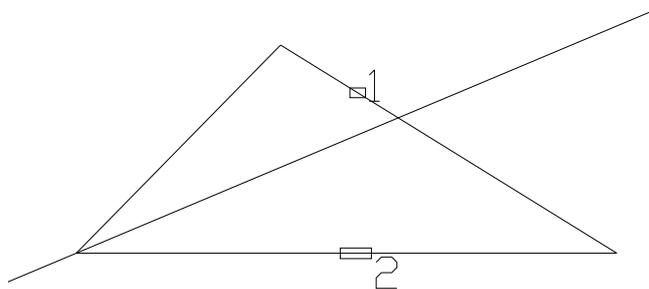

Рис. 2.2
- на появившейся в командной строке запрос указываем границы обрезания т.е.курсором отмечаем поочередно **AB** и **BC**(□1 и □2) (рис. 2.2):